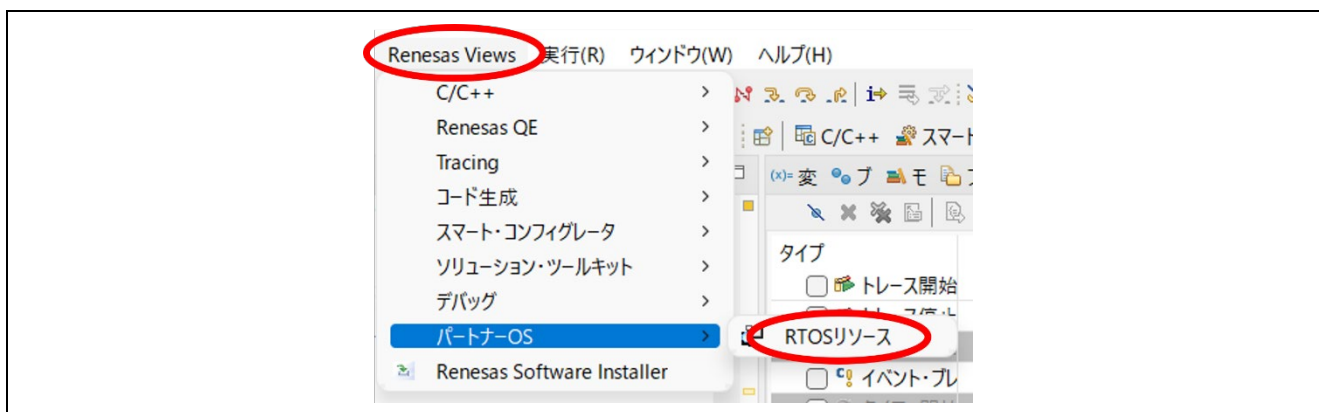

図 5-1 ThreadX RTOS デバッグ機能の使用方法
- 4 「Renesas Views」メニューの「パートナーOS」を選択し、「RTOS リソース」を選択します(図 5-1)。